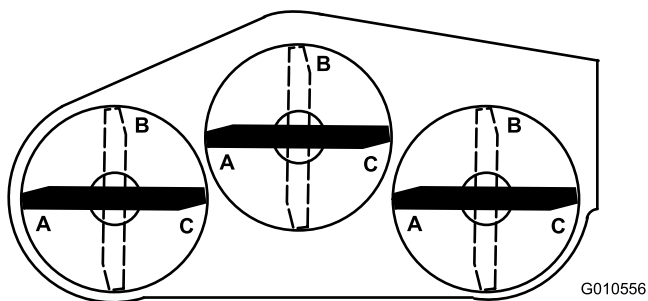
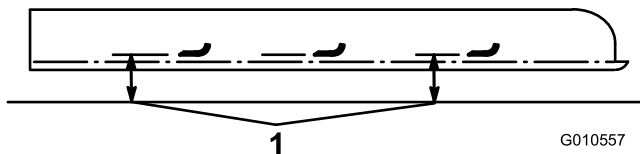

図 27
図 28
6. 全部のブレードを A 位置（図 27）にし、水平な床面から各ブレードの刃先までの高さを測定する（図 28）。
7. 各ブレードを B 位置（図 27）まで回転させ、同様にして各ブレードから床面までの高さを測定する（図 28）。
8. 各ブレードを C 位置まで回転させ、同様にして各ブレードから床面までの高さを測定する（図 27 と 図 28）。